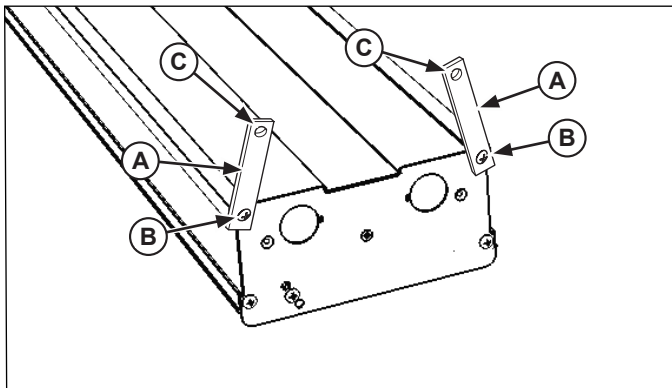

Figure 4. Installation suspendue par chaîne.
1. L'appareil est expédié avec des pattes de fixation (A) à chaque extrémité de l'appareil. Pour les appareils de plus de 72 po (183 cm), trois (3) points de fixation minimum comprenant les deux extrémités et le centre de l'appareil doivent être utilisés. (Figure 4).
2. Desserrez les vis (B) qui fixent les pattes en position mais ne les enlevez pas. Tournez les pattes (A) pour les redresser et attachez la chaîne aux trous (C). La chaîne doit soutenir uniformément chaque côté de chaque extrémité de l'appareil.
- Serrez les vis (B) pour fixer les pattes.